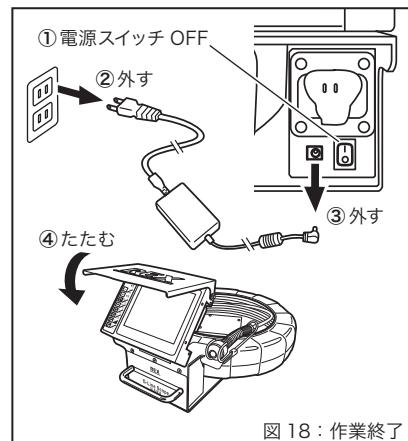

図 18：作業終了
8. 作業終了(図18)
- ①電源スイッチを必ず「O」(OFF)にします。
- ②ACアダプタをコンセントから外し、③本体からも取り外してください。
- ④液晶モニタとフードを畳んでください。